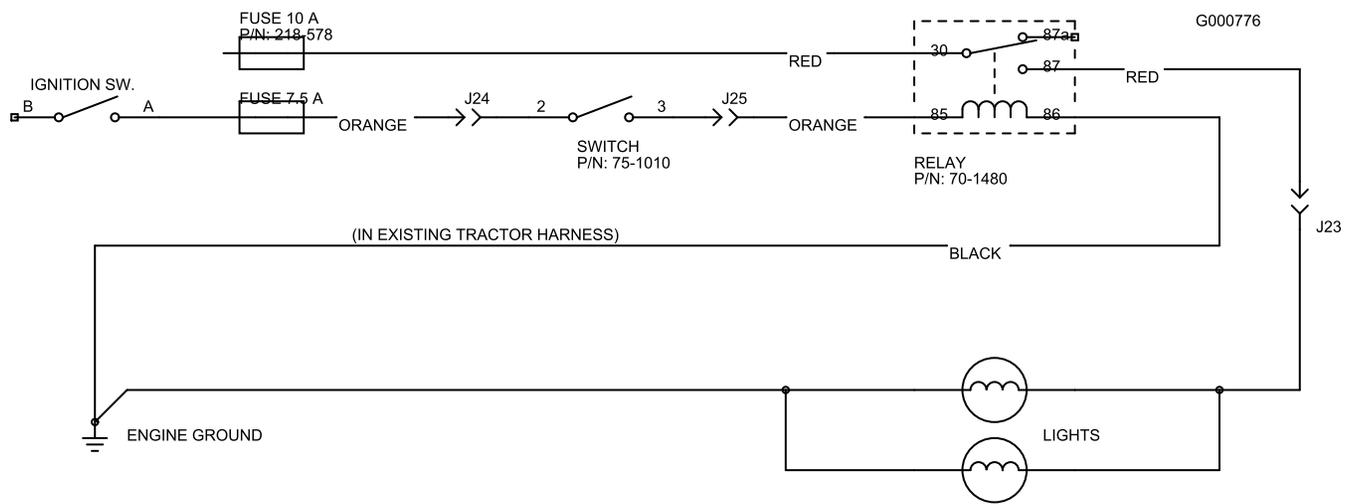

Figure 62
**Important:** Si un éclairage optionnel est ajouté au groupe de déplacement, utilisez les instructions, le schéma (Figure 62) et les numéros de référence ci-dessous pour éviter tout dégât du système électrique.